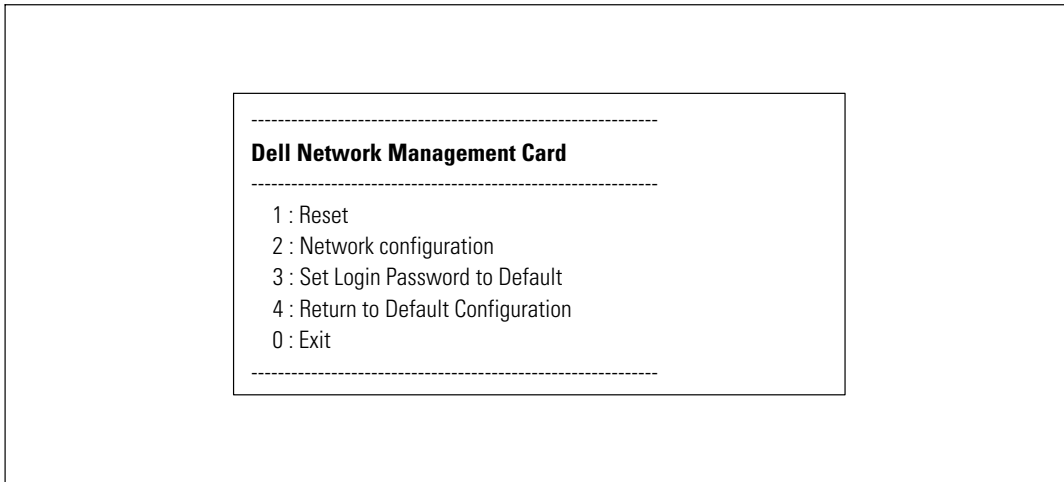

Abbildung 38. Dell Netzwerkmanagementkarte-Hauptmenü
- 3 Geben Sie das Kennwort **admin** ein (kann nicht geändert werden). Das Hauptmenü der Dell Netzwerkmanagementkarte wird angezeigt (siehe Abbildung 38).